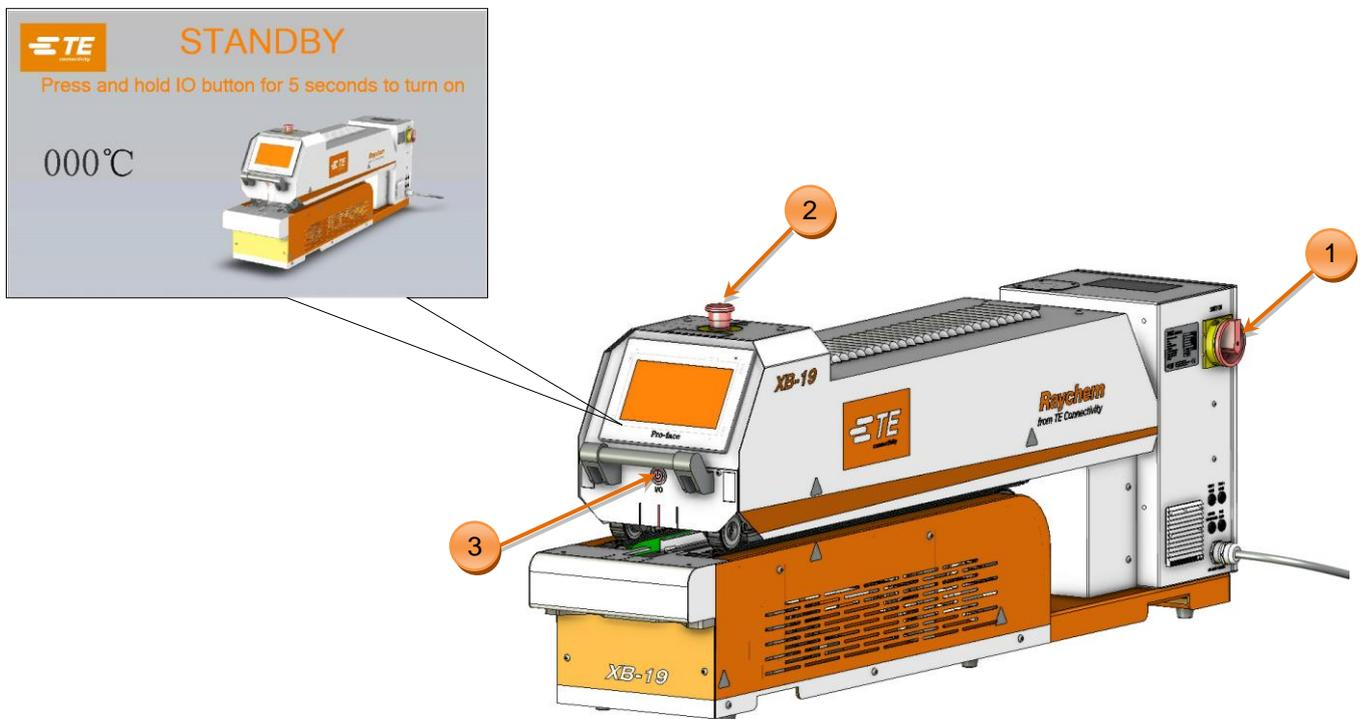

Fig.6 Energia ligada
- O painel de toque entrará em modo de espera. Consulte a imagem superior esquerda na Fig.6 .